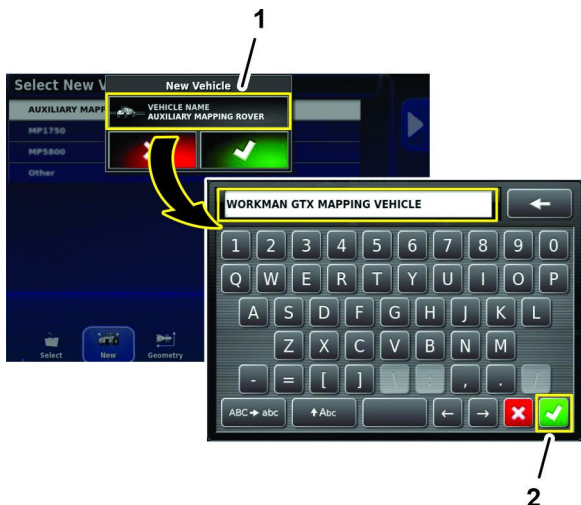

Figura 186
6. Nella finestra di dialogo Nuovo veicolo, premete l'icona NOME VEICOLO, utilizzate la tastiera sullo schermo per digitare un nome per il veicolo di mappatura, quindi premete l'icona Conferma (Figura 186).